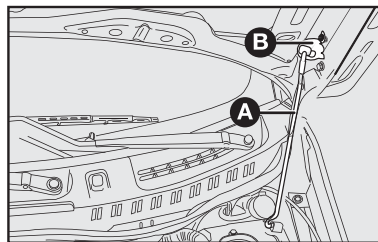

fig. 74
- 4) introduzir a extremidade da vareta **A** na abertura **B** do capô do motor fig. 74.
1) manter levantado o capô com uma mão e, com a outra, tirar a vareta **A**-fig. 74 da abertura **B** e repô-la no seu dispositivo de bloqueio.